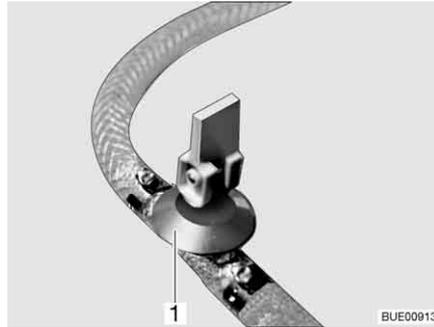
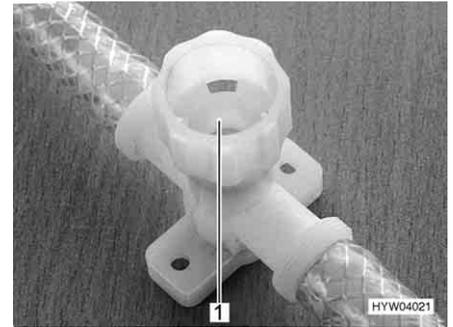

Fig. 209 Rubinetto di scarico (con leva a bilancere)
Fig. 210 Rubinetto di scarico (con tappo a vite)
- Chiudere tutti i rubinetti di scarico. Mettere la leva a bilanciere del rubinetto di scarico (Fig. 209,1) orizzontale o chiudere il coperchio del rubinetto di scarico (Fig. 210,1) in senso orario.